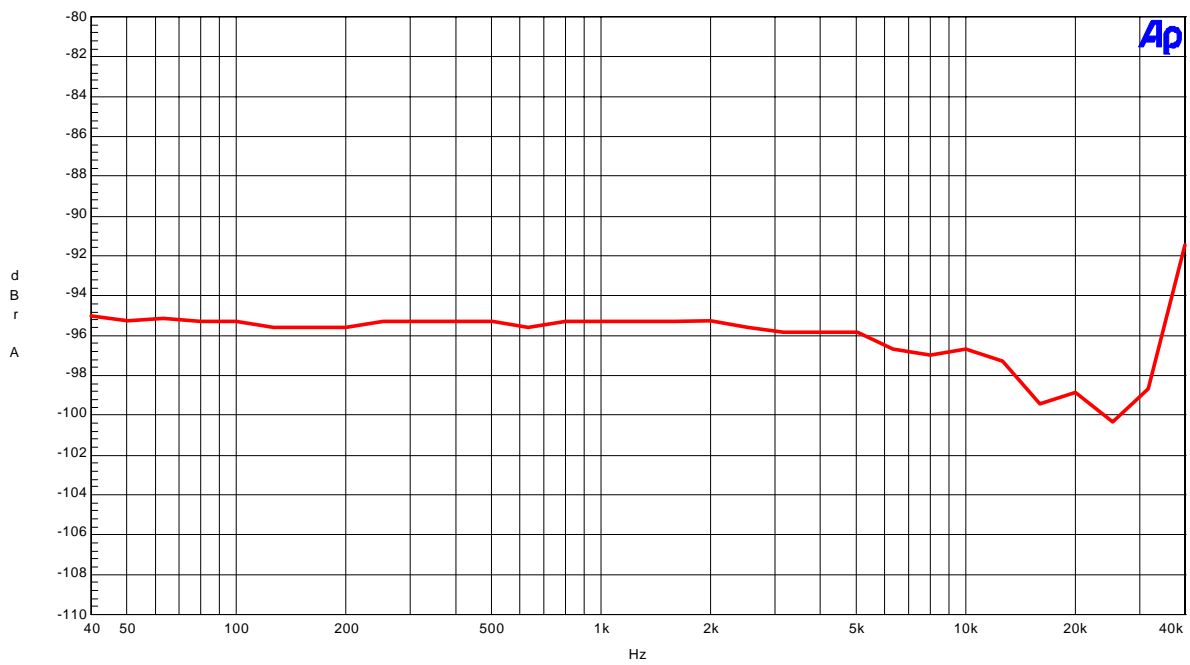

Figure 21. THD+N vs fin (Input level=0dBFS)
- Figure 21. THD+N vs fin (Input level=0dBFS)